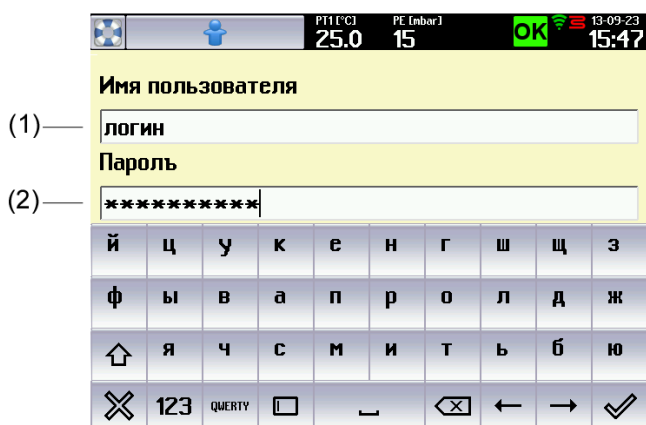

Рис. 26
- При создании учетной записи электронной почты пользователь получает уникальное имя и пароль для своей учетной записи. Эти данные затем вводятся в позиции (1) и (2), рис. 26.